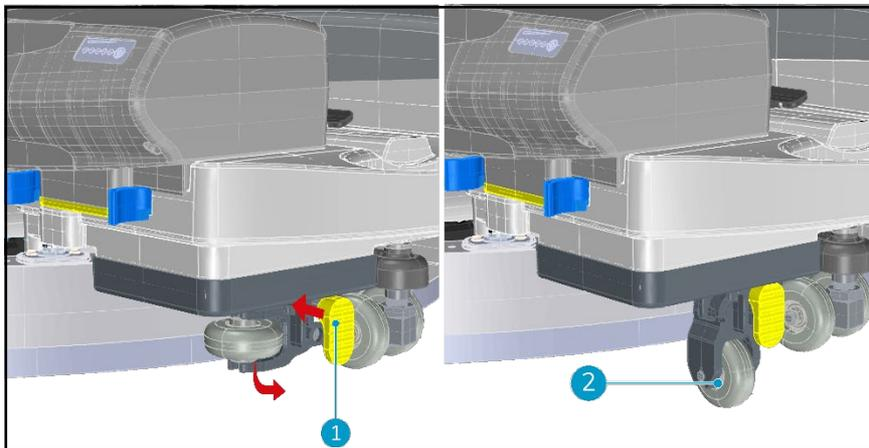

Abbildung 25
2. Drücken Sie den Hebel (Abbildung 25, Pos. 1) entsprechend dem Pfeil.
3. Ziehen Sie den Hebersatz nach unten. Das Rad geht nach unten (Abbildung 25, Pos. 2).
1. Zum Deaktivieren drücken Sie den Hebel.(Abb. 25,1) Das Gewicht der Maschine drückt den Hebersatz nach innen.